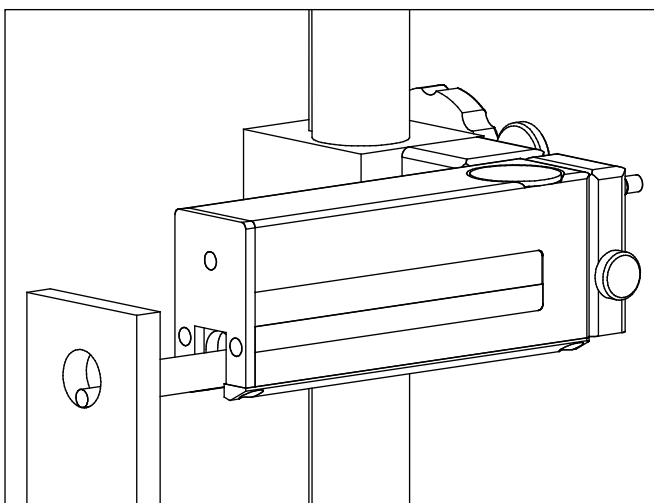

Abb. 8
Bei sehr geringen Durchmessern muss evtl. der Tasterschutz (1) abgenommen und die Tasterabhebung ausgeschaltet werden (s. Abb. 8).